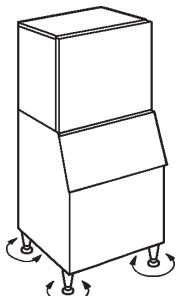

Fig. 6 Afsstelling steunpoten
8) Stel de vier steunpoten in de bodem bij (regelbaar van 0-25,4 mm) om de ijsmachine een perfect horizontale positie te geven: zie Fig.6.